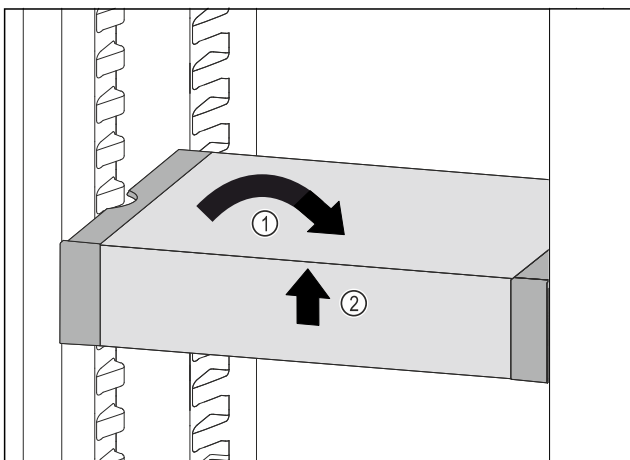

Fig. 74
- Remettre le VarioSafe droit. Fig. 74 (1)
- Soulever la partie avant du VarioSafe. Fig. 74 (2)